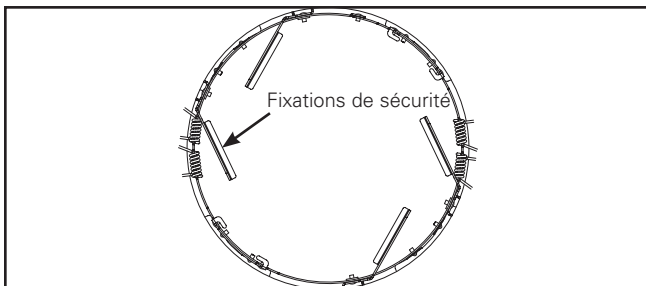
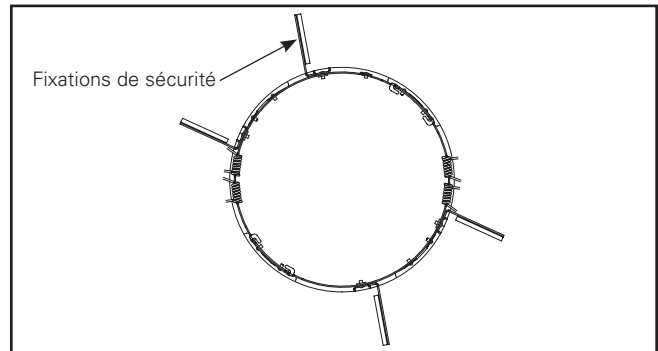

Figure 33.
Figure 34.
7. Lorsque l'anneau de rénovation est installé en premier au plafond, quatre fixations de sécurité empêcheront l'installation du module DEL (Figure 33). Pour continuer l'installation, tournez le bras libre des fixations de sécurité dans le sens des aiguilles d'une montre jusqu'à ce que le bras soit à un angle de 90° avec la base de la fixation installée (Figure 34).